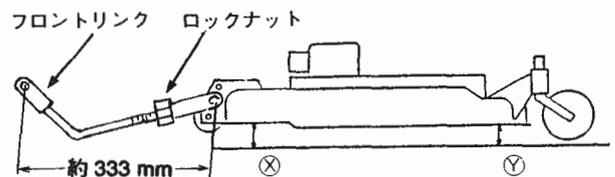

図38 モアの調整
- (1) モア本体が水平になっているか調べるために図 38 のⓧとⓎを左右について測定してください。ⓧとⓎの差が10mmになっていればモア本体が水平になっています。
- (2) もし調整が必要な場合には、フロントリンクでモア本体の前後の傾きを調整してください。フロントリンクを外し、ロックナットを緩め時計方向に回すとフロントリンクが縮み、モア本体が上がります。左右のフロントリンクで調整ができたならロックナットを締めてください。
- (3) もし大きく動かすことになったら前後の傾きを調整した後、再び左右の傾きをチェックしてください。
●フロントリンクの長さは図 38 に示すように約333mmになるのが標準です。